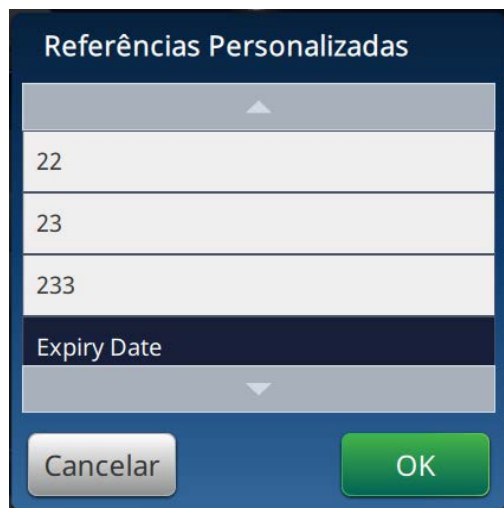

Figura 6-12: Lista de referências personalizadas
8. Selecione a Data de vencimento na lista Referências personalizadas, como mostra a Figura 6-12.
14. Selecione Data de vencimento na lista Referência de campo personalizado, como mostra a Figura 6-12 na página 6-16.